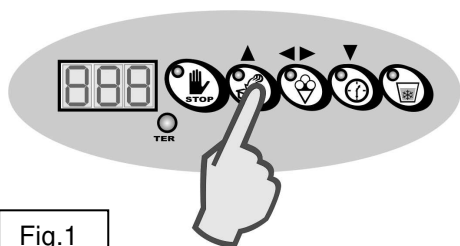
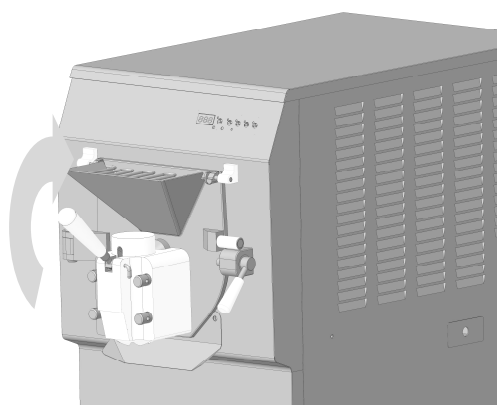

Fig.1
Fig.2
- Appuyer sur la touche EXTRACTION pour mettre en marche le moteur agitateur et laisser tourner pendant environ 3 min (Fig.1). Ouvrir le distributeur pour extraire toute l'eau de lavage (Fig.2). Répéter la procédure jusqu'à ce que l'eau ne sorte propre.
- Appuyer sur la touche EXTRACTION pour mettre en marche le moteur agitateur et laisser tourner pendant environ 5 min (Fig.1). Ouvrir le distributeur pour extraire toute la solution désinfectante (Fig.2).